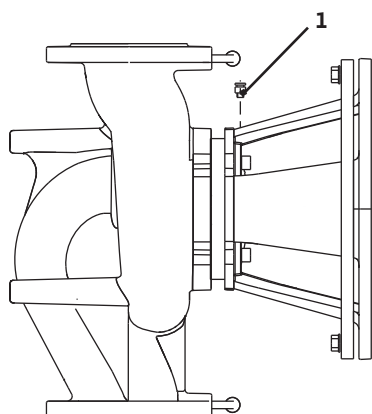

Fig. 38: Oro pašalinimo vožtuvas
- Atlaisvinkite oro šalinimo vožtuvus ir pašalinkite orą iš siurblių (Fig. 38, poz. 1). Dėl sausos eigos sugadinamas siurblio mechaninis sandariklis. Šalinti oro iš diferencinio slėgio jutiklio negalima (galima sugadinti).